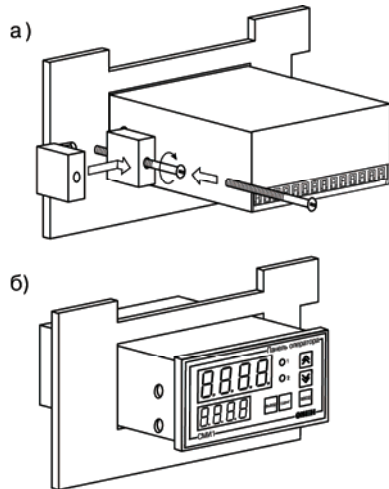

Рис. 7.1. Монтаж прибора щитового крепления
1. Вставьте панель в специально подготовленное отверстие на лицевой панели щита (см. Приложение А и рис. 7.1, а).
2. Вставьте фиксаторы из комплекта поставки в отверстия на боковых стенках панели (рис. 7.1, б).